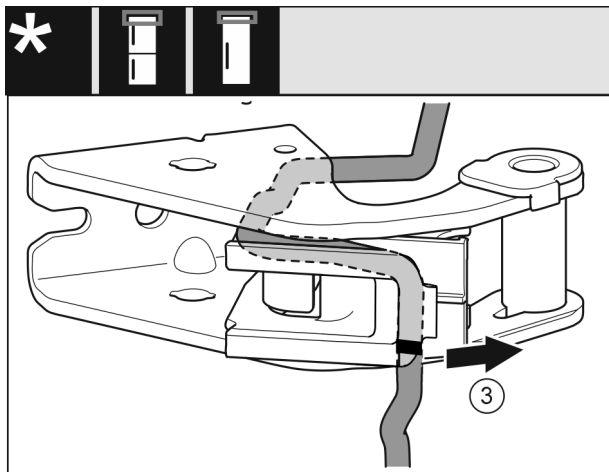

Fig. 27
- ▶ Numontuokite kabelį su kabelių laikikliu nuo atraminės gembės. Fig. 27 (3)